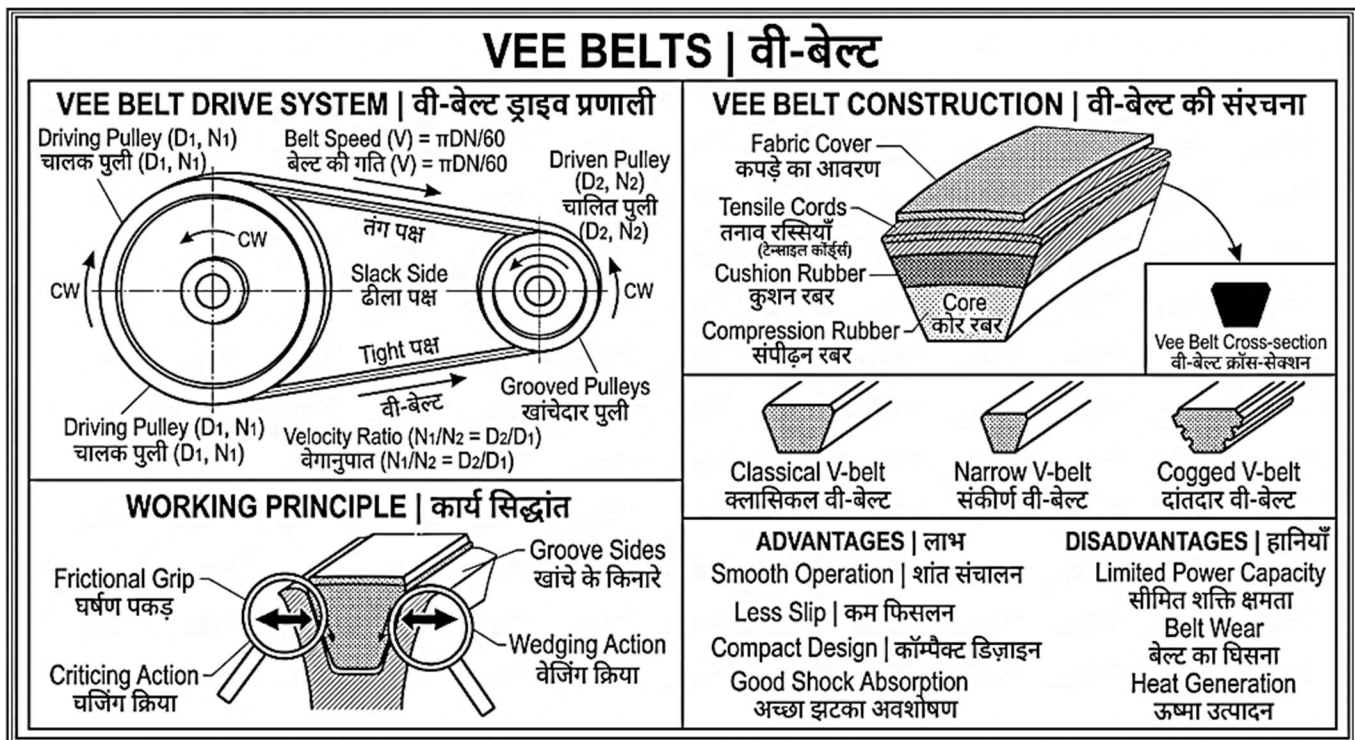

Fig.5.3: Vee Belts and Their Advantages and Disadvantages | वी-बेल्ट एवं उनके लाभ और हानियाँ
5.3.1 Introduction to Vee Belt (Fig.5.3)
5.3.1 वी-बेल्ट का परिचय (Fig.5.3)